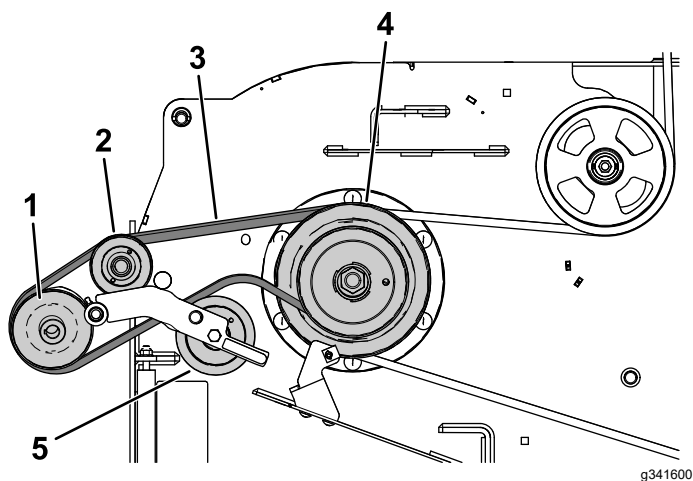

Figura 29
- Coloque la correa del soplador alrededor de la polea motriz, como se muestra en la Figura 29.